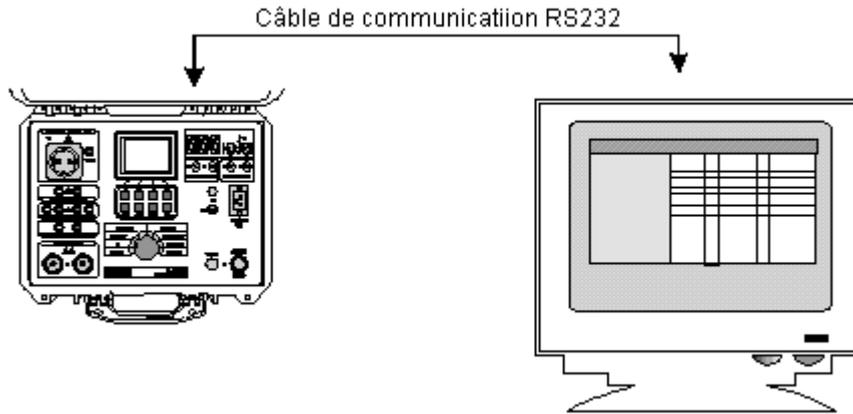

Fig. 53. Connexion du C.A 6160 au PC
- ETAPE 1. Connectez le C.A 6160 au PC conformément à la fig. 53 en utilisant le câble de communication RS 232 approprié.